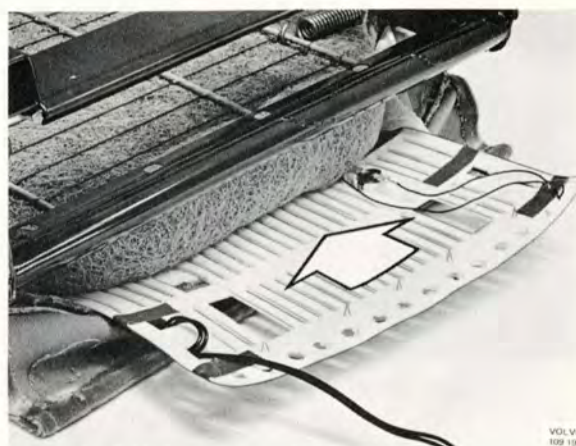

Bild 8-18. Montering av sitselement
- D. Trä in det nya elementet i dynan. **OBS!** Taggarna på elementet ska vara vända mot stoppningen. Elledningarna ska dras fram vid sittdynans inre kant, bild 8-18.